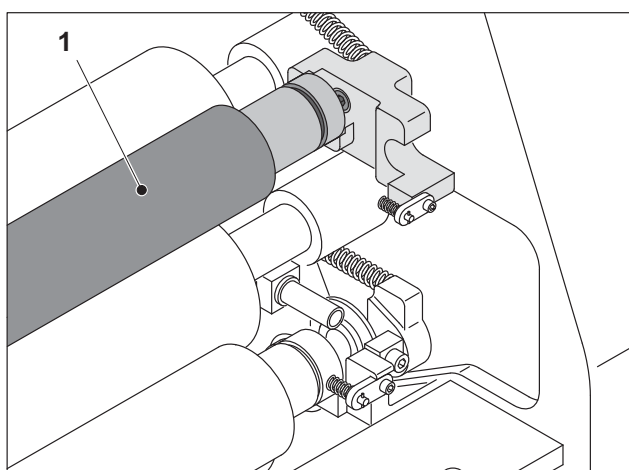

図 49 緑のインキ移しローラの取り外し
19. 緑のインキ移しローラ (図49/1) をジャーナルボックスから取り出します。